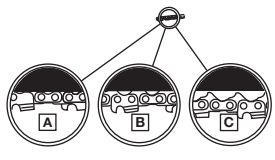

Fig. 11
REMARQUE: La tension d'une chaîne neuve doit être contrôlée fréquemment pendant son rodage, après aussi peu que cinq coupes. Les intervalles entre réglages s'espaceront rapidement (Fig. 11).
MISE EN GARDE: Si une chaîne est trop tendue ou trop lâche, le guide-chaîne et les roulements de vilebrequin s'useront plus rapidement. Étudier la Figure 11 pour tout renseignement concernant la tension appropriée pour moteur chaud (A) ou froid (B), et comme guide indiquant quand la chaîne a besoin d'être ajustée (C).